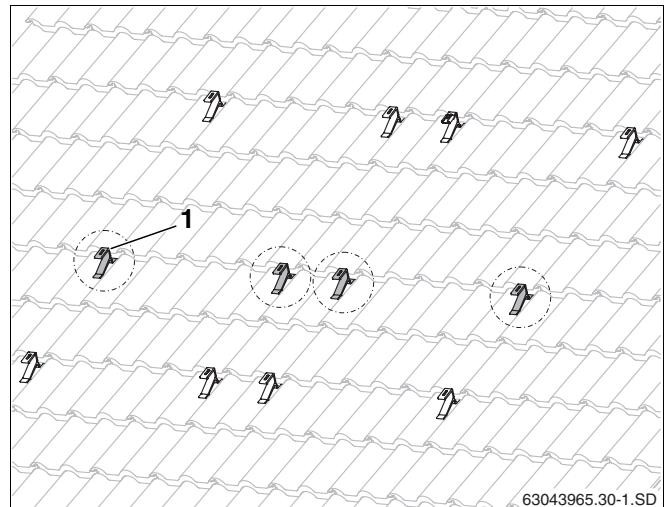

Fig. 28 Ganchos para telhado adicionais para o perfil de carga de neve (aqui: para dois colectores)
- ▶ Fixar ganchos de fixação para telhado adicionais (fig. 28, **item 1**) o mais no centro possível entre os ganchos para telhado superiores e inferiores já instalados.